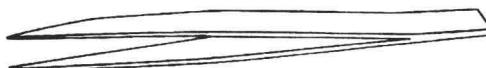

图 1—1 镊指钳
(1) 镊指钳。镊指钳供照相机拆装时钳拿小零件之用。最好配备两把，一把弹性强一些，一把弹性弱一些，以适合不同需要。镊指钳的两瓣尖端必须能合缝重合，如图1—1所示。